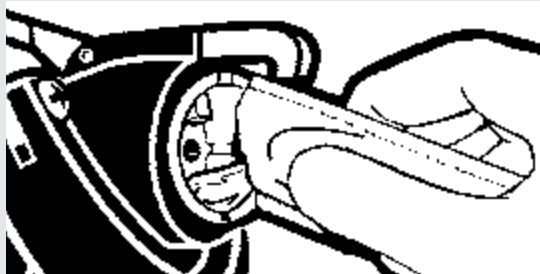

Figura 1.
1. Libere la sección perforada de la parte superior de la caja (cerca de la palanca de bloqueo que sostenía la tapa) y dóblela para permitir que las mangueras ingresen en los dos recortes provistos. (Vea la figura 1).